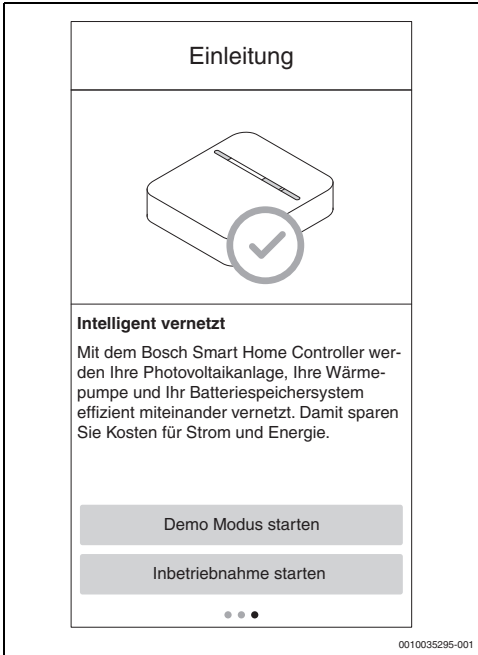

Bild 18 Inbetriebnahme starten auswählen
7. Auf dem dritten Introscreen **Inbetriebnahme starten** auswählen (→ Bild 18).
- Auf dem dritten Introscreen **Demo Modus starten** auswählen (→ Bild 18).